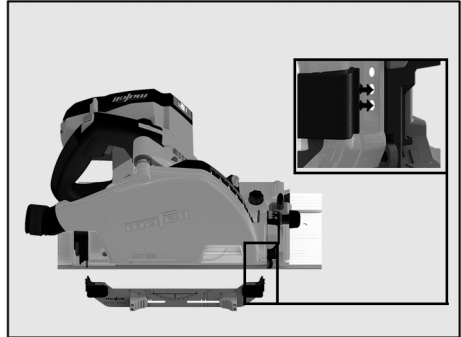

Fig. 87: Encajar el indicador de posición, en trabajos con riel guía:
- Si se utiliza un riel guía, seleccionar los dos orificios inferiores (ver fig. 87).